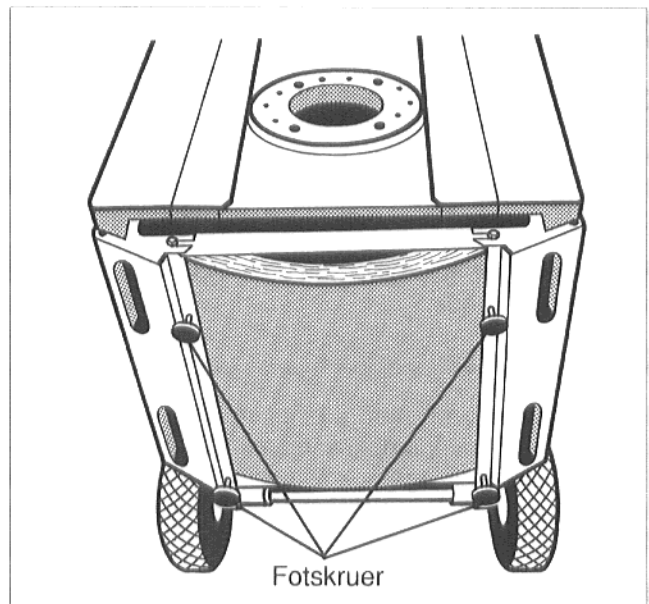

fig. 4
- Ved bruk av en Buderus-rullevogn må rullevognen vippes 90°. Uten rullevogn vippes kjelen litt bakover. Støtt kjelen og sikre den mot gliding slik at de fire fotskruene uten fare kan skrus inn i vinkelskinnene (fig. 4)